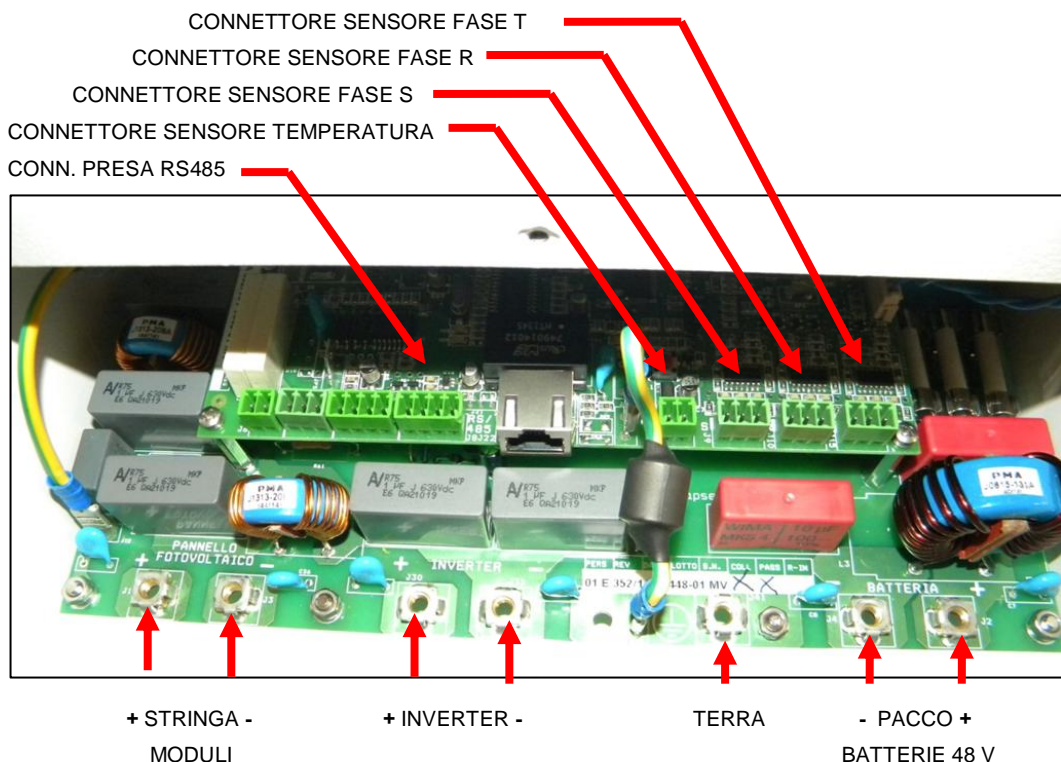

Figura 7 – Cablaggio scheda Solar Eclipse
- Collegare i cavi dei moduli fotovoltaici alla scheda (vedi Figura 7)
- Verificare che il il sezionatore batterie sia aperto (vedi Figura 7)
- Collegare i cavi del pacco batteria sulla scheda di Solar Eclipse (vedi Figura 7)
- Collegare i cavi inverter alla scheda (vedi Figura 7)
- Collegare i 3 connettori dei sensori delle fasi R, S e T alla scheda di Solar Eclipse (vedi Figura 7)
Collegare il cavo interfaccia USB/RS485 al pc e al Solar Eclipse vedi Figura 7 assicurandosi che il Solar Eclipse sia acceso e in stato di blocco (spia LED a sinistra lampeggiante).